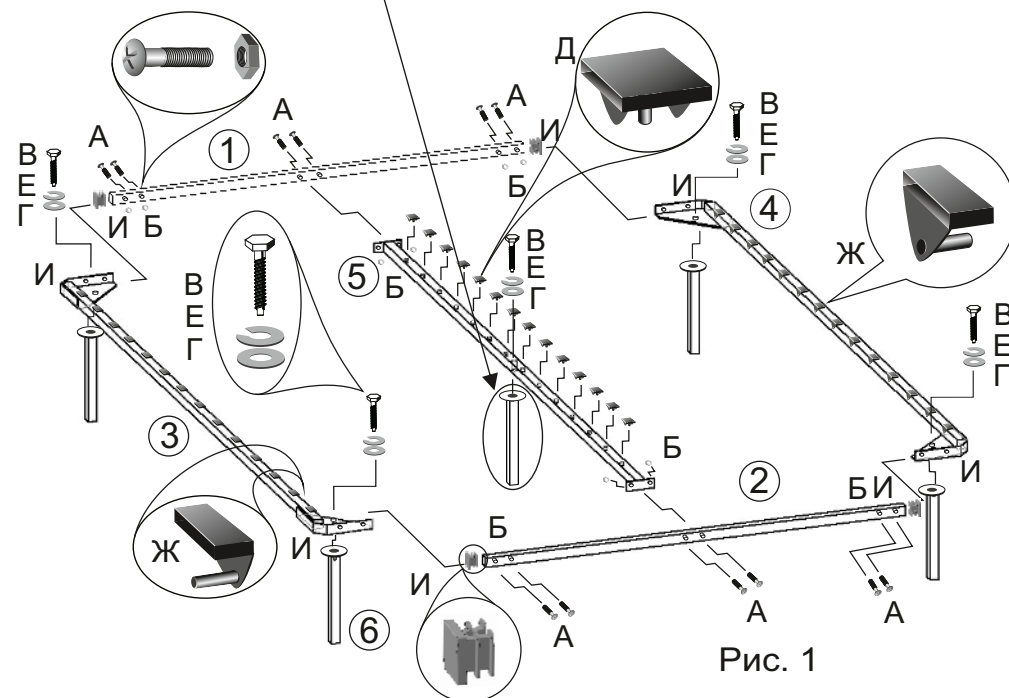

Рис. 1
1. Начинайте сборку ортопедического основания с установки латодержателей односторонних на боковины 3 и 4 (Рис. 1) в соответствующие отверстия молотком. В торцы труб вставьте заглушки (И).
2. Скрепите боковины 1, 2, 3, 4 между собой. После чего прикрепите среднее ребро жесткости 5 (Рис. 1).